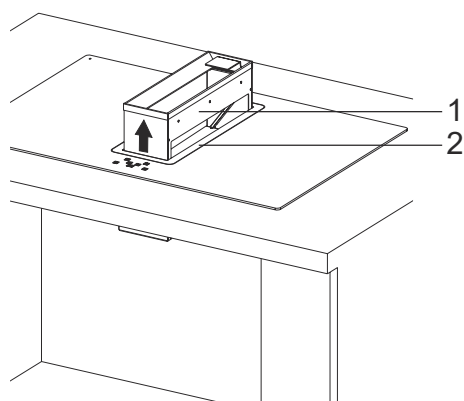

Fig. 6
13. För att säkerställa att vätska och smuts inte kommer in direkt i motorn samlas detta i botten av behållaren. Den rymmer en begränsad mängd vätska/smuts. (Fig 6/2).
Lyft behållaren och ta ur den (Fig. 6).